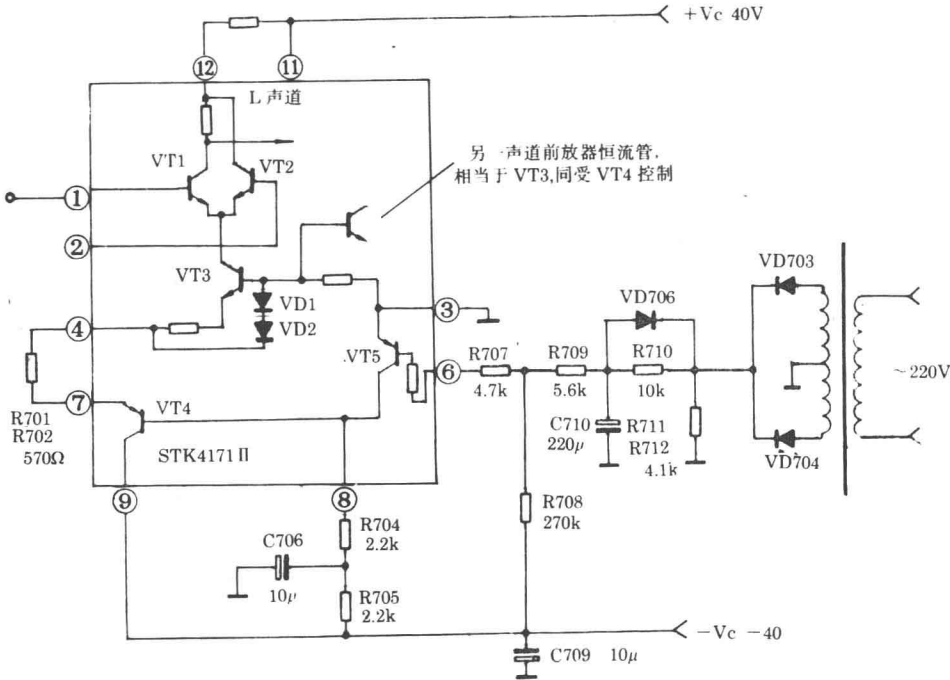

图 8
应该注意的是,在有些应用 STK4101 II、STK4101 V、STK4102 II 等系列功放 IC 的组合音响中没有利用 IC 内的静噪(开、关机)电路,即没有使用 IC 内的静噪控制管 VT5(见图 8),其对应的引脚为③、⑥、⑧脚。图 2 所示典型应用电路是使用 IC 内静噪功能的,功放 IC 内的静噪电路与图 2 中打※号的外围元器件组成了静噪电路。现以实际的组合音响电路——先锋 DC-200Z 功放级静噪电路为例简介其原理,如图 8 所示。